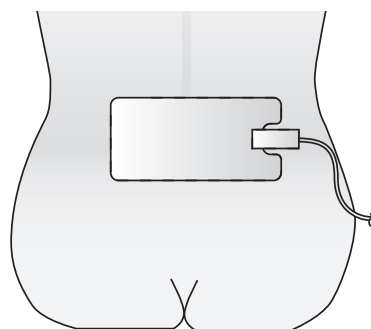

Figura 4-6. Posizionamento dell'elettrodo di riferimento sulla zona lombare
- a. Fare in modo che il lato con il cavo dell'elettrodo sia rivolto verso il generatore di radiofrequenza. Posizionare quindi l'elettrodo di riferimento in orizzontale sulla parte inferiore della schiena direttamente sopra i glutei, come mostrato nella Figura 4-6.